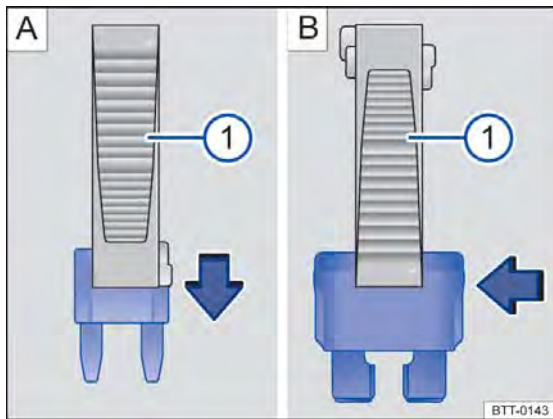

Fig. 171 Remover ou instalar um fusível com a garra da pinça de plástico ①.
- Se necessário, retirar a pinça de plástico → Fig. 171 ① do suporte. O suporte se encontra na parte traseira da caixa de fusíveis perto da tomada de conexão para diagnóstico.
- Em caso de *fusíveis pequenos*, encaixar a garra ① por cima → Fig. 171 A.
- Em caso de *fusíveis maiores*, empurrar a garra ① lateralmente sobre o fusível → Fig. 171 B.